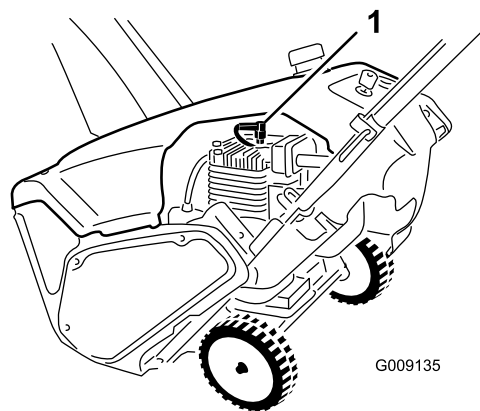

Bild 30
5. Klemmen Sie das Zündkabel von der Zündkerze ab (Bild 30).